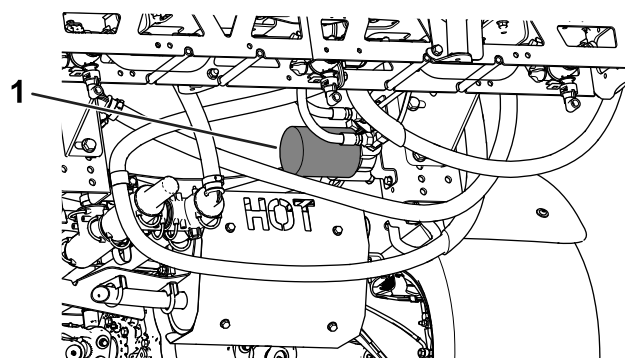

Figura 57
4. Retire el filtro (Figura 57).